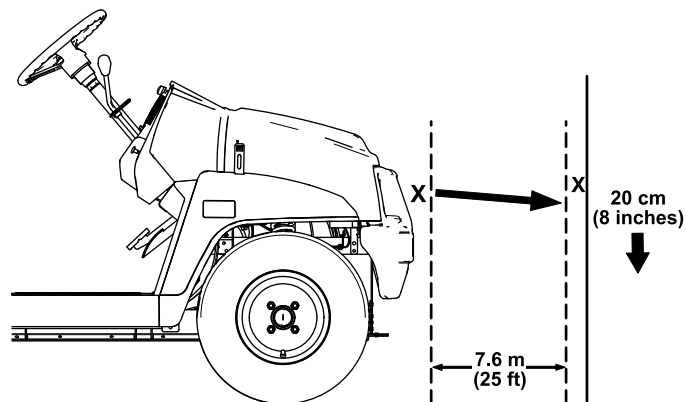

図 54
1. 平らな場所で、ヘッドライトを壁に向け、ライトと壁の距離が7.6 m 程度になるように駐車する 図 54。
ヘッドライトのビームの最も明るい部分が、壁に付けた印の約 20 cm 下を照らしていればよい 図 54。